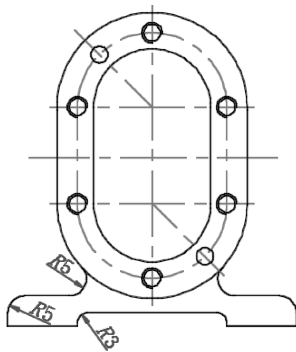

图 14-28 绘制底座
(7) 绘制底座。单击“默认”选项卡“修改”面板中的“偏移”按钮, 将中间的水平中心线分别向下偏移 41、46 和 50, 将竖直中心线分别向两侧偏移 22 和 42.5, 并调整直线的长度, 将偏移后的直线设置为“粗实线层”; 单击“默认”选项卡“修改”面板中的“修剪”按钮, 对图形进行修剪; 单击“默认”选项卡“修改”面板中的“圆角”按钮, 进行圆角处理, 结果如图 14-28 所示。